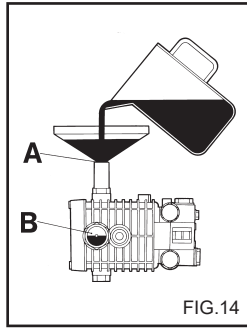

FIG.14
4) Avvitare il tappo di scarico ed introdurre l'olio dal foro superiore (fig. 14 A) fino al livello indicato sulla spia (fig. 14B).